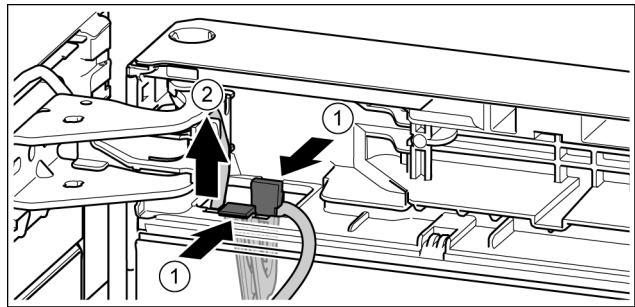

Fig. 20
- ▶ 按住接片。 Fig. 20 (1)
- ▶ 将电缆支架连同固定在上面的电缆取出。 Fig. 20 (2)